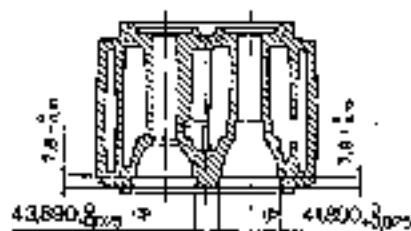

Fig. 5 - Alloggiamenti per le sedi valvole nella testa motore
- Ricavare gli alloggiamenti delle sedi valvole nella testa, usando l'attrezzatura 5.9030.458.0, seguendo le quote riportate in fig. 5;